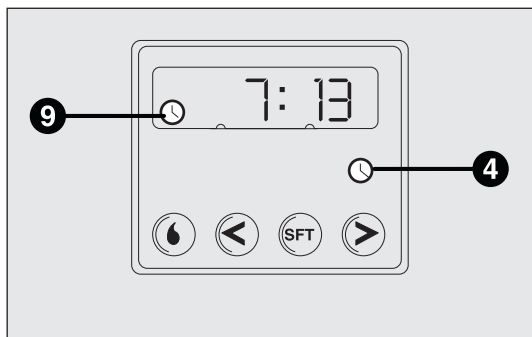

fig. 57
- ☐ Pulse el botón 4: se encenderá la pantalla y el testigo 9-fig. 57;
Lectura de la hora actual fig. 57